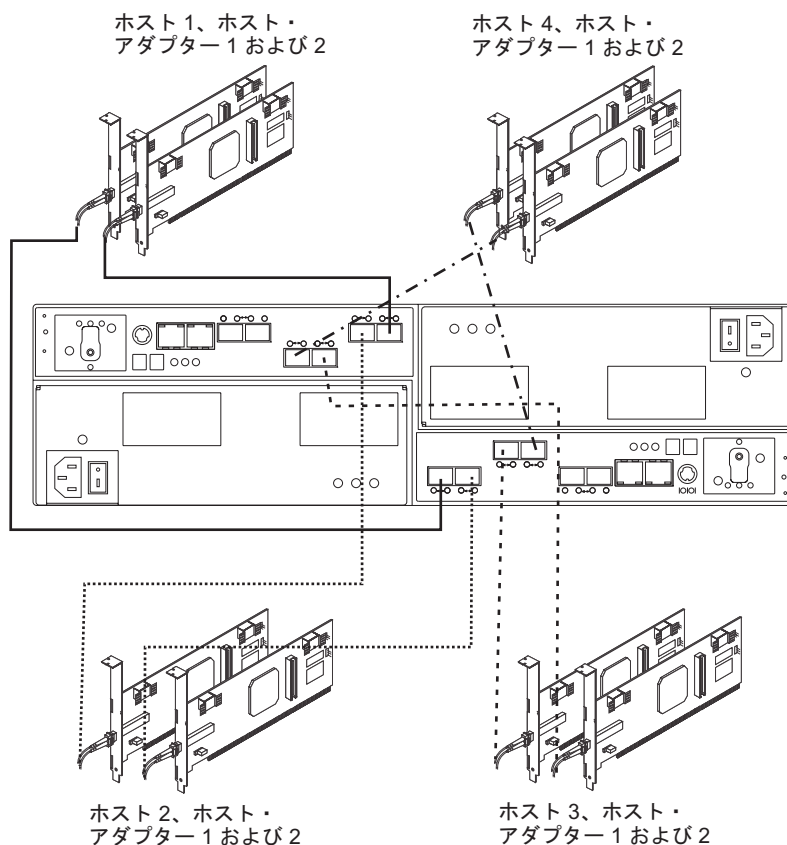

図 54. 2 つの冗長ホスト接続のケーブル接続図
3. その他の冗長ホスト接続ごとに、ステップ 1 および 2 を繰り返します。DS3950 ストレージ・サブシステムでは 96 ページの図 54 に示されているような 2 つの冗長ホスト接続、あるいは最大 4 つの冗長ホスト接続 (図示していません) を作成することができます。4 つの冗長ホスト接続では、DS3950 ファイバー・チャンネル・ホスト・バス・アダプターまたはファイバー・チャンネル・スイッチ・ポートに接続することができます。